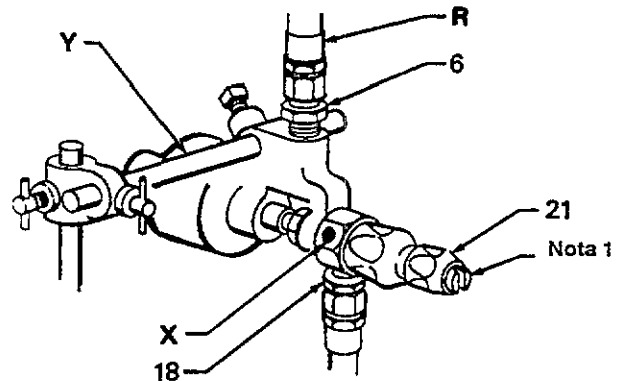

Fig. 1
Observar el Procedimiento de Descompresión de la página 2 y cerrar todas las válvulas de aire. Desatornillar el sujetador de boquilla (21) e instalar la boquilla apretando luego el sujetador. Véase Fig. 1 CERCIORARSE de que la empaquetadura (19) está instalada entre la boquilla y el asiento de la válvula (23) para evitar fugas. Si se utiliza un kit de accesorios en lugar del filtro de boquilla para Modelos 206-513 ó 206-887, retirar el sujetador de boquilla (21) y la empaquetadura (19) e instalar el kit con la boquilla. Véase Fig. 2 y ACCESORIOS.